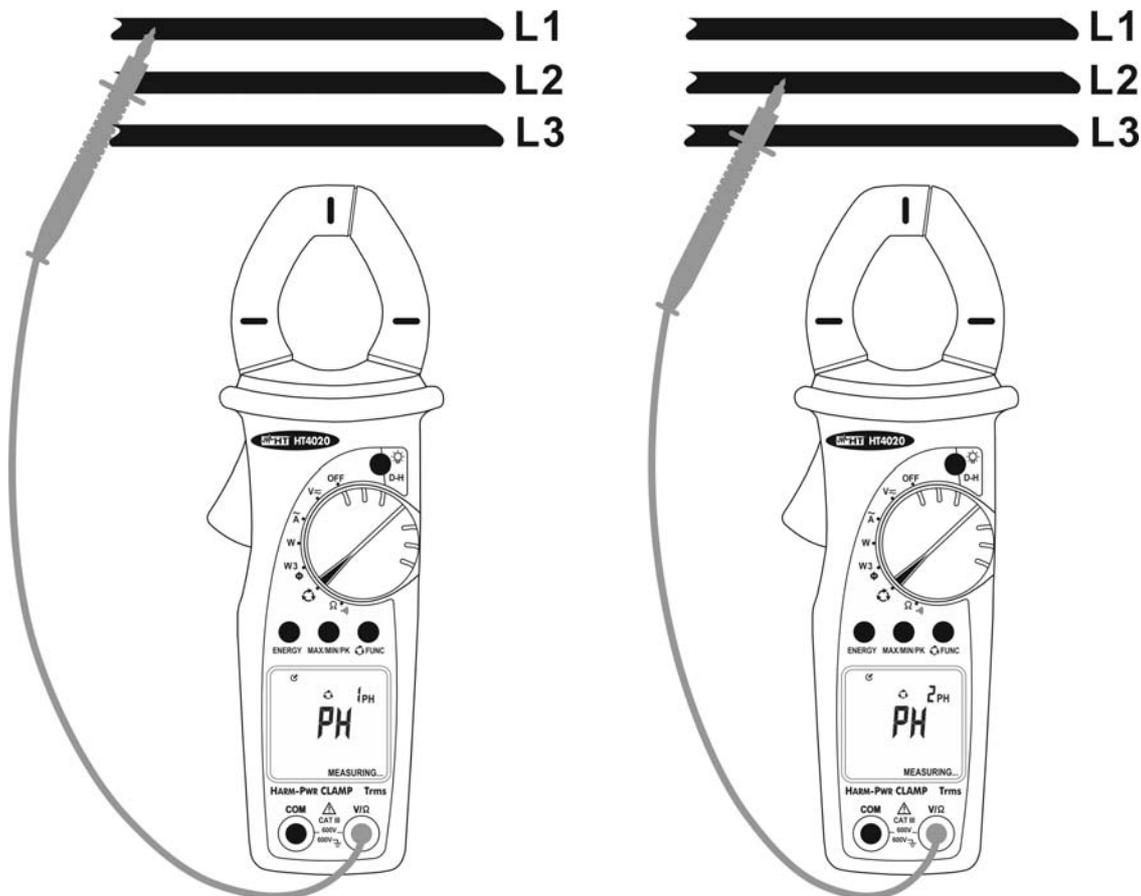

Abb. 13: Messung der Phasenfolge
3. Verbinden Sie die rote Prüfspitze mit dem Leiter der L1. Phase. (s. Abb. 13 – linken Teil) Falls nötig kann die rote Prüfspitze an der Gummischutzhülle befestigt werden
5. Nach ca. 1 Sekunde erscheint "MEASURING" („MESSUNG“) auf der Anzeige. Dies zeigt, dass das Messgerät bereit für die erste Messung ist (s. Abb. 13 – linken Teil)
8. Verbinden Sie die rote Prüfspitze mit dem Leiter der L2. Phase (s. Abb. 13 – rechten Teil)